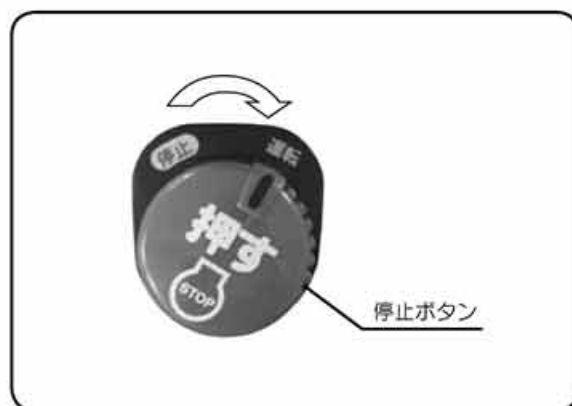

図7
- ⑦停止ボタンを押しながら、【運転】位置にします。(図7)